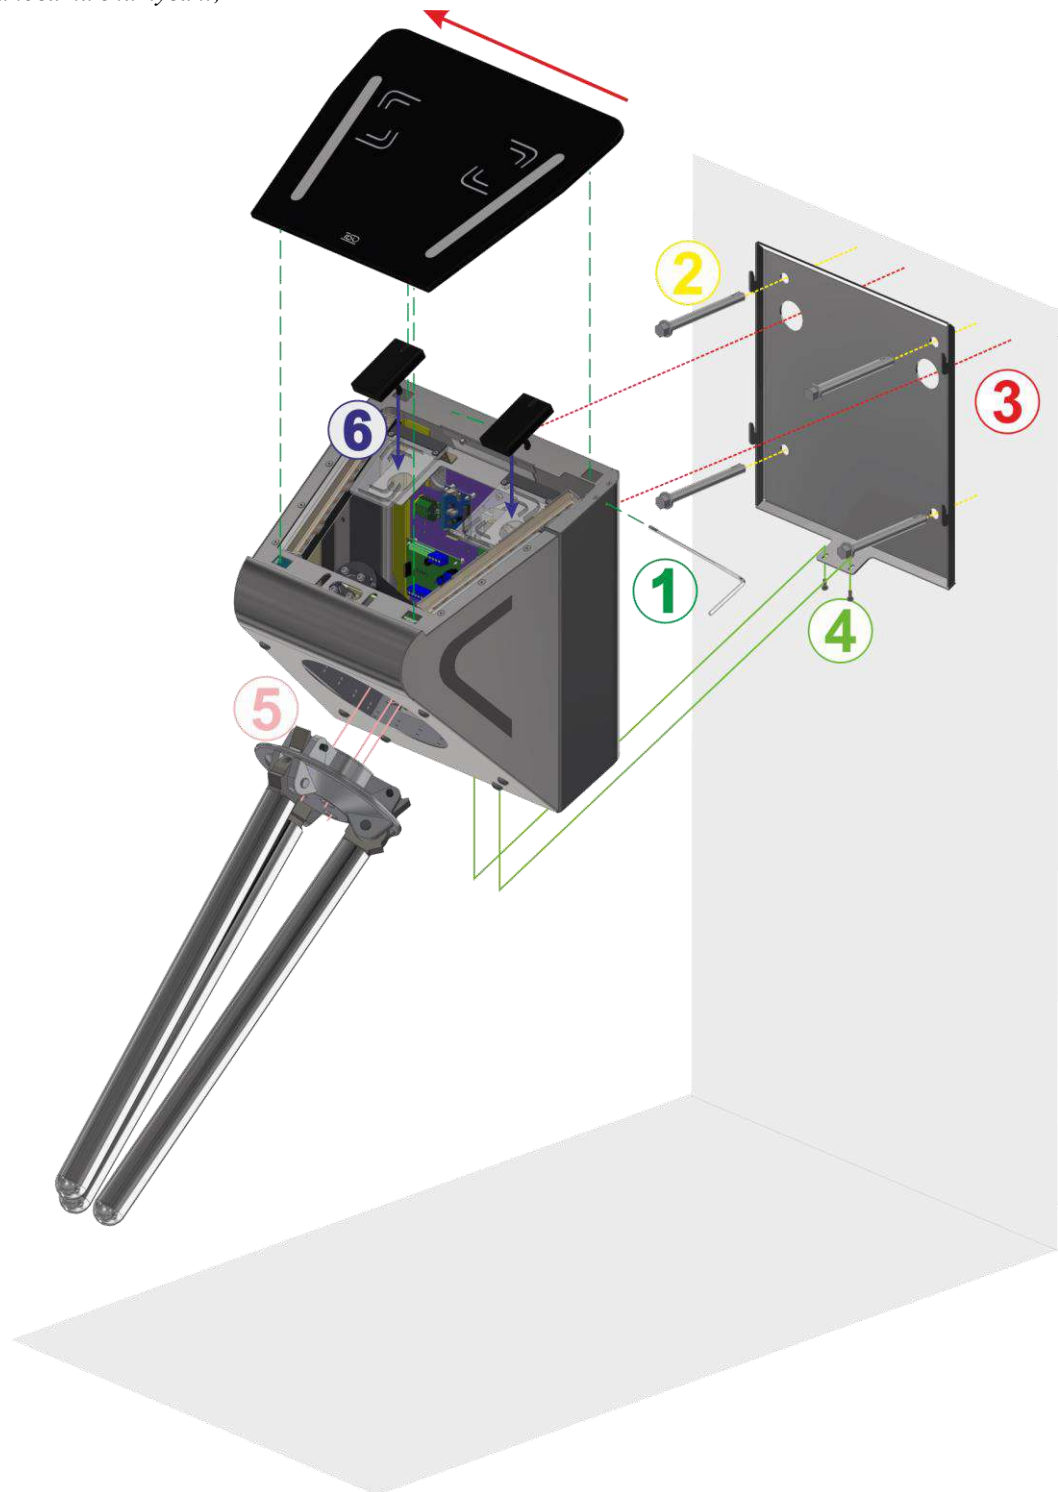

Рис. 14 – Загальний вид збірки турнікету-трипода «Онух-XS»
7) Для доступу до кріпильних та технологічних отворів та клемних колодок турнікета-трипода «ONYX-XS» необхідно (Рис. 14):